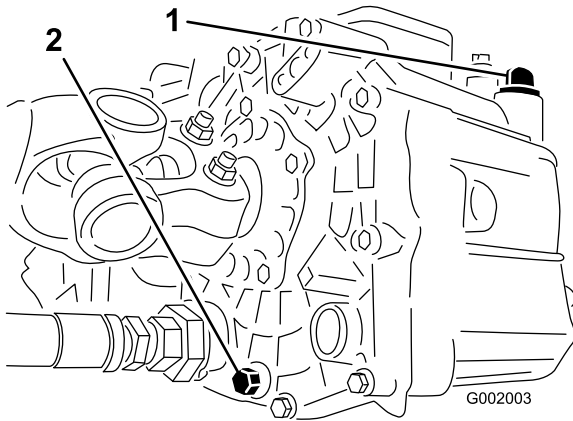

Bild 50
3. Nehmen Sie die Ablassschraube an der Seite des Behälters ab und lassen Sie das Hydrauliköl in die Auffangwanne ablaufen (Bild 50).